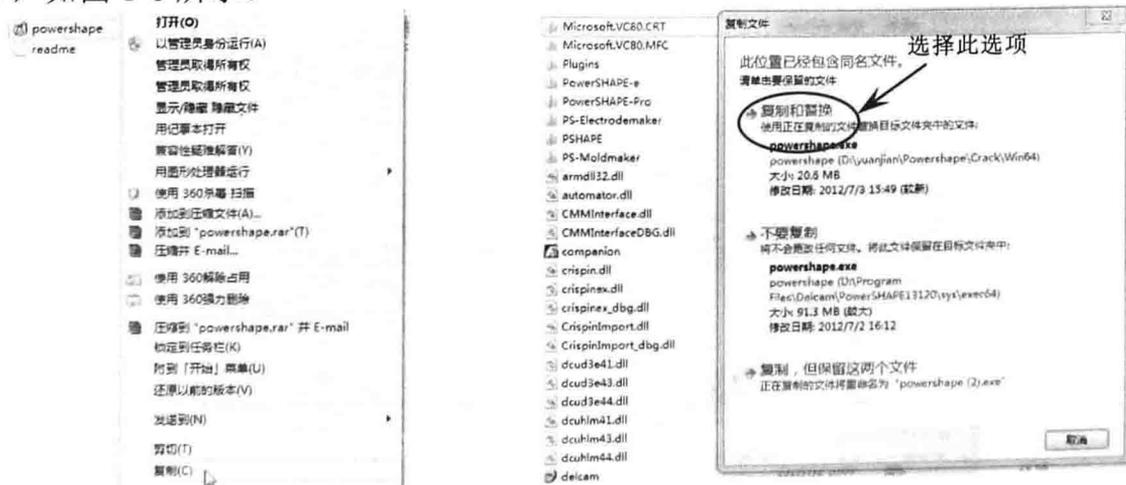

图 1-8 复制和替换文件
(8) 将安装软件中的 `[[Crack\Win64\powershape]]` 文件复制到安装路径中，以替换原有的文件，如图 1-8 所示。